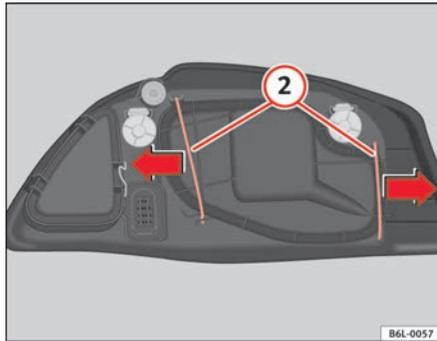

Fig. 150 Lampe du feu de croisement
- Déplacez les tirants (2) ⇒ fig. 150 vers l'extérieur, dans le sens de la flèche puis retirez le cache.
- Placer le cache en plastique et les tirants (2) ⇒ fig. 150.